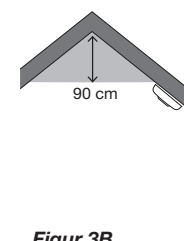

Figur 2. Flervånings bostad
**Flervånings bostad:** För att få ett minimiskydd, placera ett larm i trapphuset (entréplan) och ytterligare ett larm ovanför övervåningens trappavsats, samt ett larm i taket i källaren vid foten av trappan. Detta täcker källarvåningen men inte kryppgrund och oinredda vindsutrymmen. Se exempel i figur 2.